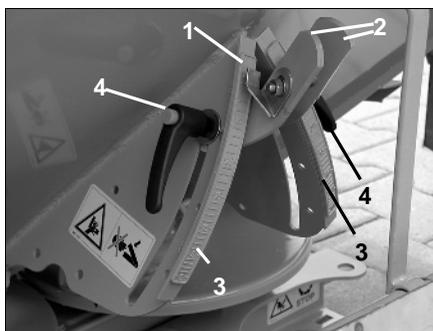

Fig. 48
- Réglez l'arête de lecture du repère (Fig. 48/1) du levier de réglage (Fig. 48/2) sur la graduation "11" de l'échelle (Fig. 48/3) et bloquez le levier de réglage avec le levier de blocage (Fig. 48/4).